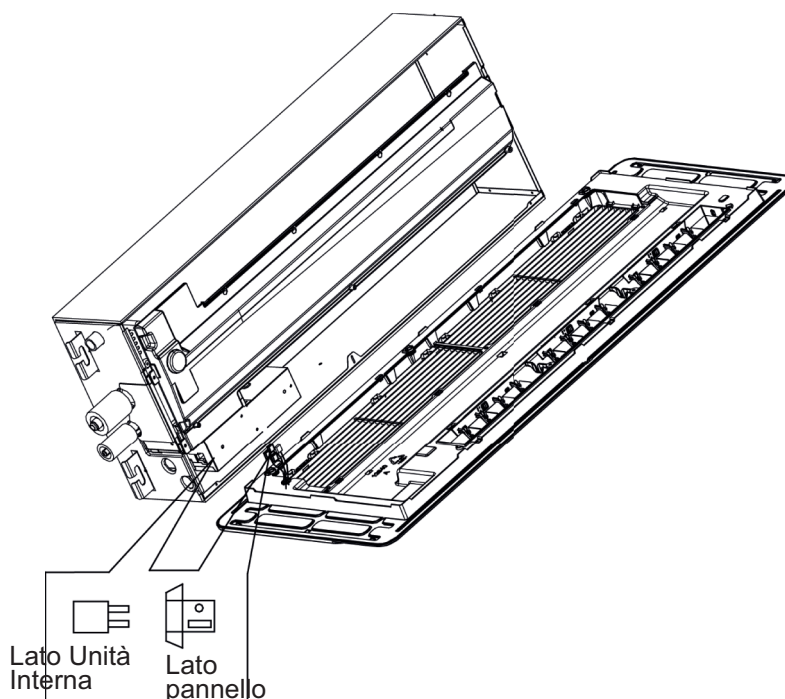

Fig. 4.4.3
- (3) Collegare i terminali (femmine) del pannello decorativo con i terminali (maschi) del corpo della macchina, come mostrato in Fig. 4.4.3.